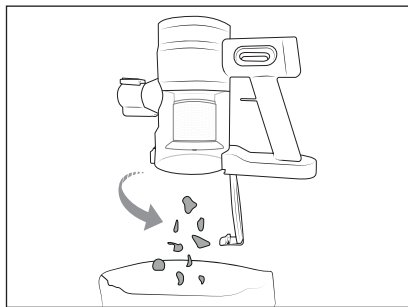

Fig. 10
- 1) Fjern teleskopsugerøret **16** ved behov. Hold støvbeholderen **2** over en affaldsspand, og løs oplåsningsknappen til støvbeholderdækslet **4**. Støvbeholderdækslet **3** åbner sig, og indholdet falder ned i spanden (se fig. 10).